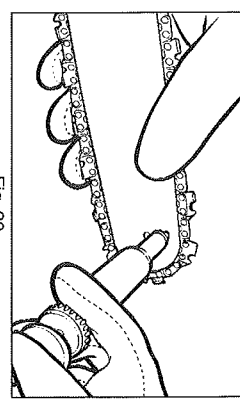

Fig. 20
3. En utilisant (optionnel) le Lube Gun, insérez le nez de l'aiguille dans l'orifice de lubrification et injectez la graisse jusqu'à ce qu'elle apparaisse au bout externe de l'engrenage (Fig. 20).